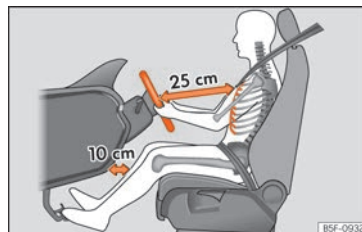

Fig. 3 La separación correcta entre el conductor y el volante debe ser de 25 cm como mínimo (10 pulgadas).
- Ajuste el volante de modo que quede a una distancia de, por lo menos, 25 cm (10 pulgadas) del esternón » **fig. 3** y lo pueda sujetar con ambas manos por los lados, por la parte exterior, con los brazos ligeramente flexionados.
• Ajuste longitudinalmente el asiento de forma que pueda pisar a fondo los pedales con las rodillas ligeramente flexionadas y que quede una distancia entre la zona de las rodillas y el tablero de instrumentos de al menos 10 cm (4 pulgadas) » **fig. 3.**